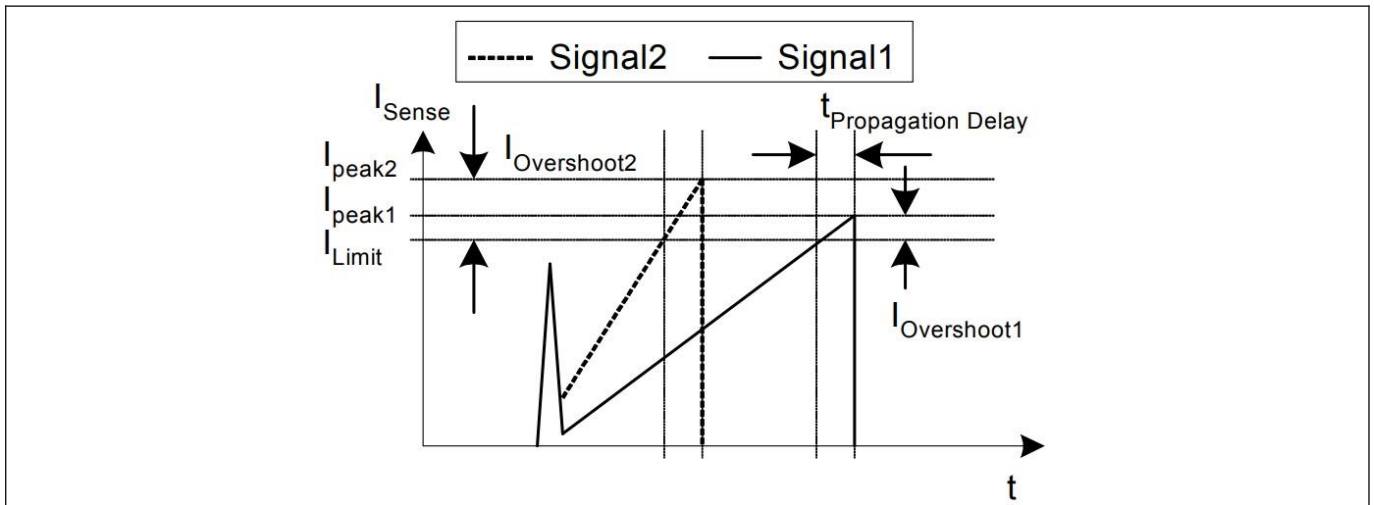

图 12 限流
在进行过载 (OC) 检测时，从感测 V_{CS} 到关断功率 MOSFET 的过程中始终存在传播延迟。因延迟引起的峰值电流 I_{peak} 过冲值取决于初级电流的 di/dt 比值（见图 12）。